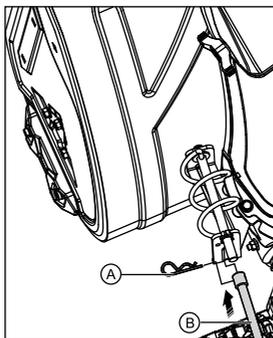

Рис. 7
14. Соедините ручку поворота (В) желоба с вращателем желоба (рис. 7).